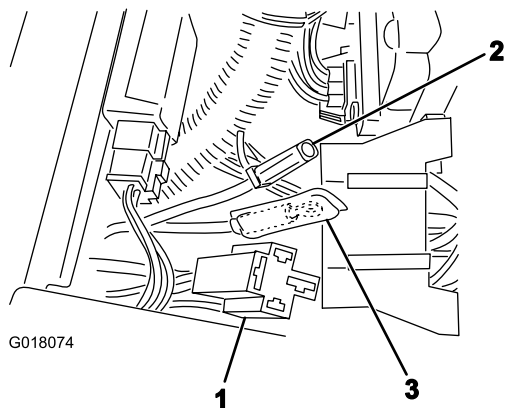

Figura 12
1. Installate il connettore del relé accessorio dal cablaggio preassemblato del trattorino nel relé di alimentazione (Figura 12).
2. Collegate il filo grande, rosso (Figura 12) dal portafusibili ausiliario al connettore di accoppiamento proveniente dal cablaggio del trattorino.
5. Attaccate i fili neri provenienti dal cablaggio preassemblato e il cablaggio preassemblato del kit alla morsettiera di messa a terra (Figura 12 e Figura 13).